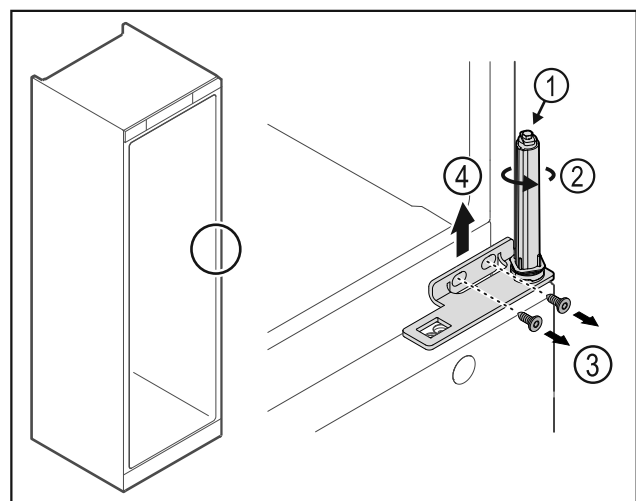

Fig. 32
- ▶ Dørlukkesystemet må ikke tas fra hverandre Fig. 32 (1).
- ▶ Drei på lukkesystemet Fig. 32 (2) til det sier klink.
- ▶ Løsne skruene Fig. 32 (3), trekk hengselvinkelen opp og av Fig. 32 (4).